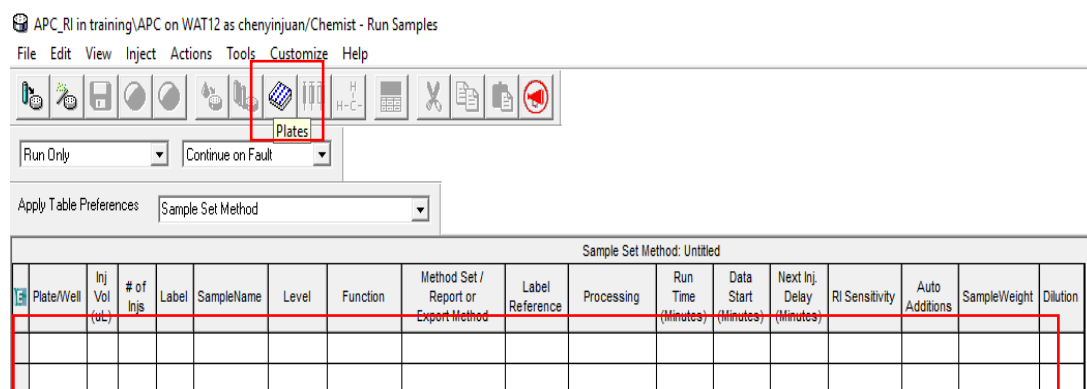
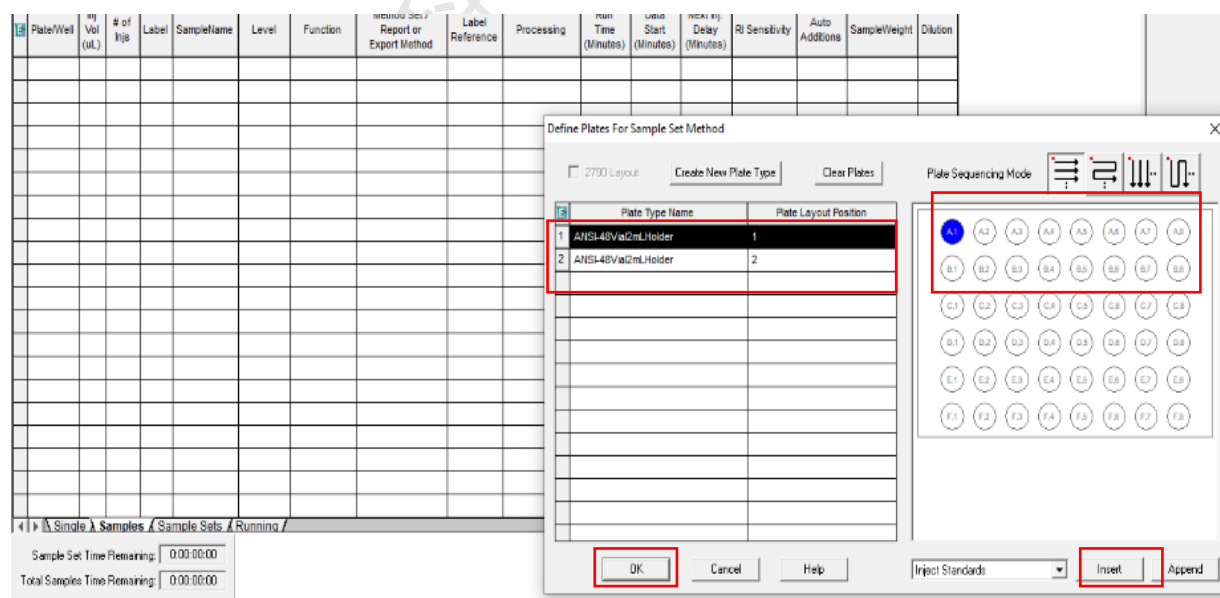

图6-26
图6-27
点击图6-26上Plates图标, 显示样品瓶选择对话框 (图6-27) 所示。聚合物色谱使用的样品盘类型为**ANSI-48Vial2mHolder**, (6*8孔), 仪器共两个样品盘, 根据6.5.8操作, 选择正确的样品盘和样品瓶位置, 斜角处样品为A1位置。样品盘加样为从左到右。例如: 某样品放在1号盘, A1位置, 则选择ANSI-48Vial2mHolder (1), 并点击A1, Insert, 最后点击OK, 关闭对话框。